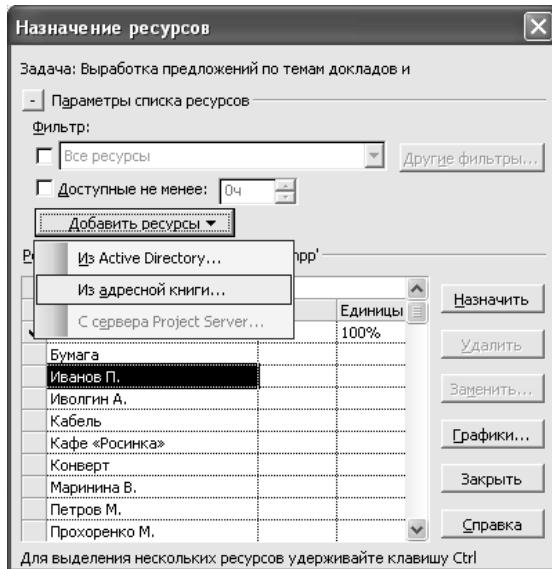

Рис. 13. Додавання ресурсів у проект
4. У полі **Назва ресурсу** виберіть ресурс, який Ви хочете призначити на задачу. Якщо Ви хочете створити новий ресурс, перейдіть на вільний осередок в таблиці діалогового вікна і введіть ім'я ресурсу. Двічі клацнувши мишею по імені ресурсу, Ви викличете вікно **Відомості про ресурс**, за допомогою якого зможете ввести інформацію про ресурс. Ви також можете вибрати ім'я ресурсу з адресної книги Вашої системи електронної пошти. Для цього натисніть на кнопку зліва від **Параметри списку ресурсів**. Потім натисніть на кнопку **Додати ресурси** і в випадаючому меню виберіть пункт «З адресної книги». MS Project покаже Вам вікно, в якому Ви повинні будете із списку адресатів вибрати потрібні Вам ресурси. Після того як Ви натиснете на кнопку **ОК**, адресати з адресної книги будуть додані в список ресурсів проекту і для них будуть створені призначення (рис. 13).